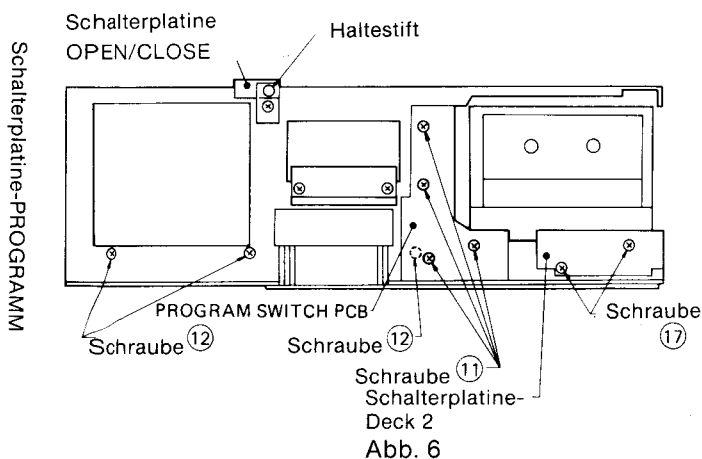

Abb. 6
- 5) Den Haltestift der OPEN/CLOSE-Platine entfernen und die Platine von dem Chassis lösen, siehe Abb. 6.
- 7) Die drei Befestigungsschrauben (12) des Laufwerks lösen (siehe Abb. 6)
- 2) Die vier Schrauben ⑪ und die zwei Schrauben ⑰ siehe Abb. 6 lösen. Die Programmplatine und die Schalterplatine von Rekorder 2 entfernen.